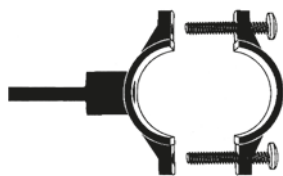

Рис. 15
2. Наклейте уплотнитель на внутреннюю сторону скобы дренажного хомута с подключением. Вставьте трубку в скобу хомута (**рис. 15**).